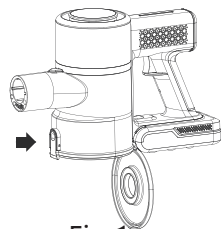

Fig 1
2. Presione el botón de liberación, el último fondo bajará automáticamente, Fig. 1.